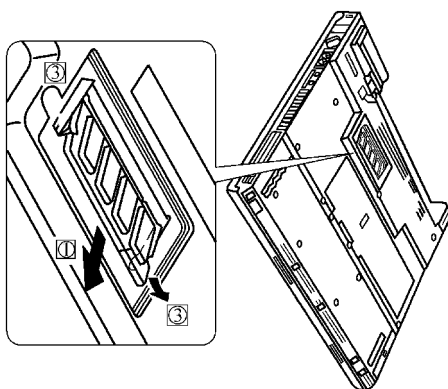

图 6-8 取出内存
(2) 打开内存插槽盖后，把内存两边的卡子按照“③”所示的方向分开。按照“④”所示的方向即可取出内存，如图 6-8 所示。